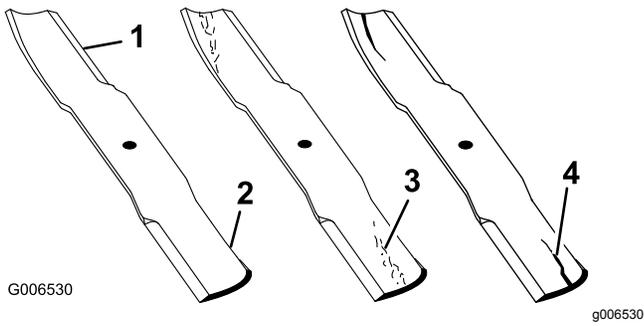

Figura 55
1. Inspeccione los filos de corte (Figura 55).
4. Si observa fisuras, desgaste o la formación de una ranura en esta zona, instale de inmediato una cuchilla nueva (Figura 55).